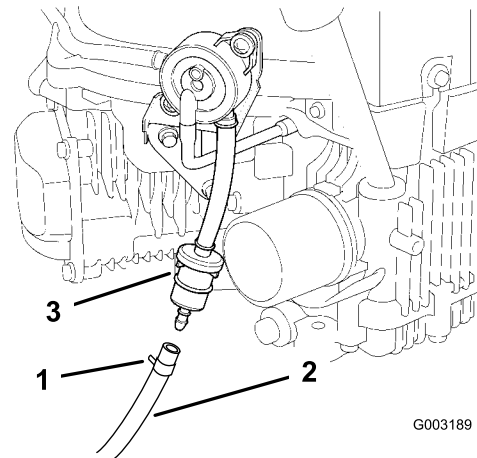

Figure 41
5. Desserrez le collier de serrage au niveau du filtre à carburant et éloignez-le du filtre en le poussant le long de la conduite d'alimentation (Figure 41).
6. Débranchez la conduite d'alimentation du filtre (Figure 41).
Rapprochez le collier de serrage du filtre pour fixer la conduite d'alimentation (Figure 41).
4. Pincez les extrémités des colliers et faites glisser ceux-ci pour les éloigner du filtre (Figure 41).
6. Montez un filtre neuf en pointant la flèche indiquant le sens d'écoulement vers le moteur, et rapprochez les colliers de serrage du filtre (Figure 41).